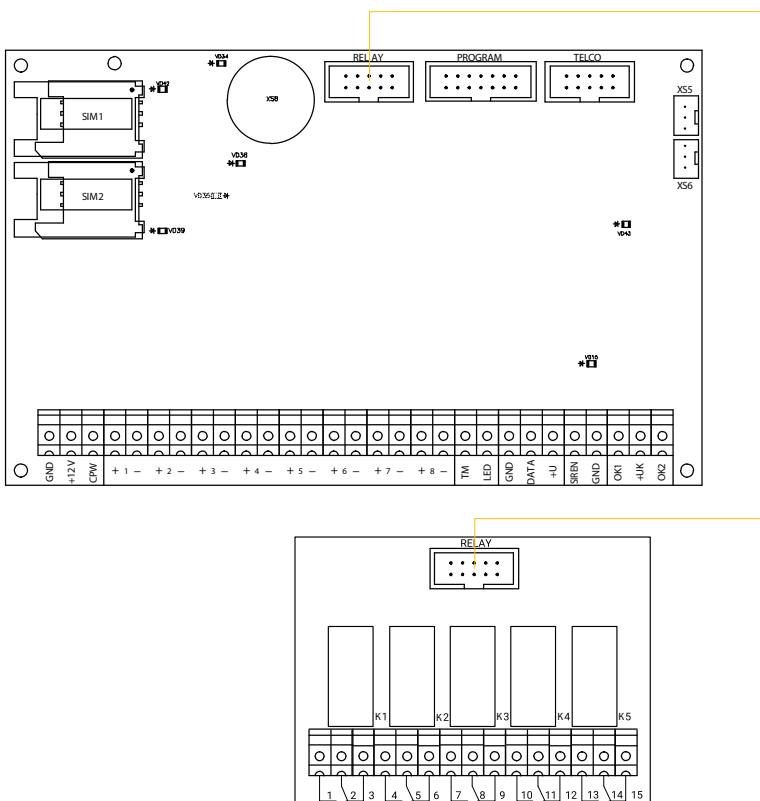

Рисунок 24. Схема подключения реле
- При помощи шлейфа разъёмом RELAY к такому же разъёму охранной панели. Данный способ подключения позволяет организовать дополнительную выносную световую индикацию состояния разделов (до 5) и не требует настройки реле. Работа релейных модулей определяется настройками охранной панели. В этом случае интеллектуальное реле работает и подключается, как обычное (см. рис. 24);